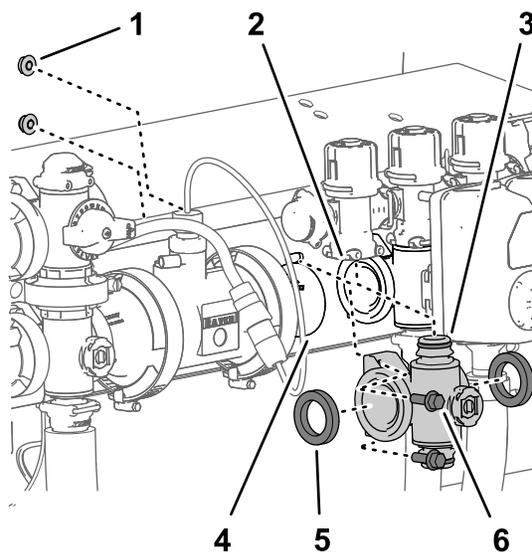
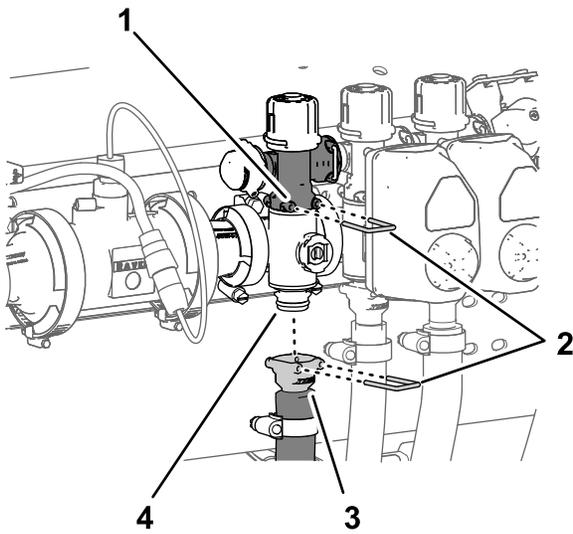

Figure 117
Figure 118
1. Aligned les 2 joints que vous avez retirés à la section Dépose de la valve de collecteur de section (page 83) et les brides du collecteur de vanne de section (Figure 117).
2. Alignez la bride du collecteur de vanne de section entre les brides des autres vannes de section et/ou adaptateur d'accouplement (Figure 117).
3. Fixez le raccord rapide du collecteur de vanne de section au raccord rapide femelle de la vanne de dérivation de section à l'aide d'un l'étrier de fixation (Figure 117 et Figure 118).
5. Pour les collecteurs de vanne de section gauche et droit, fixez le collecteur de vanne de section au support de vannes (Figure 117) à l'aide des 2 boulons à embase ( $\frac{1}{4}'' \times \frac{3}{4}''$ ) et des 2 contre-écrous à embase ( $\frac{1}{4}''$ ) que vous avez
8. Fixez le raccord rapide du flexible de section au raccord rapide du collecteur de vanne de section à l'aide de l'étrier de fixation (Figure 118).